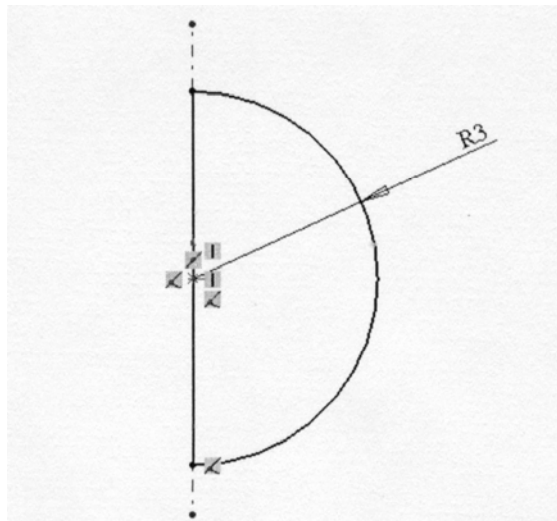

Рис. 1. Эскиз для построения шарика
6. Создайте осевую линию вдоль построенной прямой линии, нажав кнопку **Получится эскиз** как показано на рис. 1.